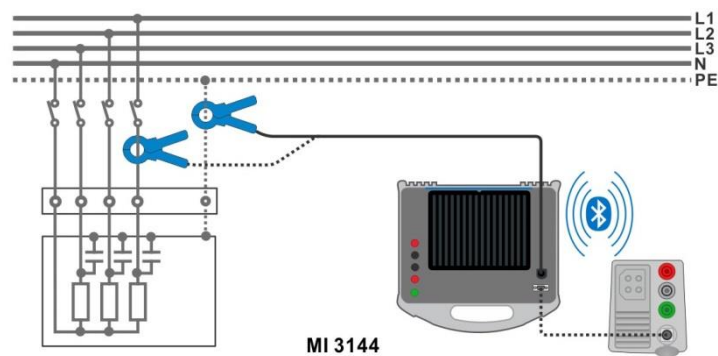

Abbildung 7.108: Stromzangenmessung
- › Umschlingen Sie das Messobjekt mit der Stromzange. Siehe **Abbildung 7.108**. Detaillierte Informationen finden Sie in der **A 3144 - Euro Z 800 V Bedienungsanleitung**.